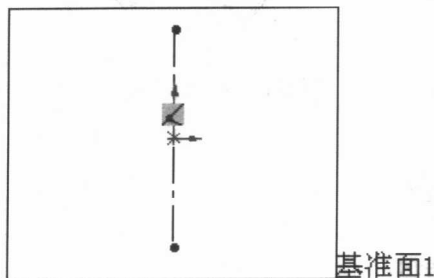

图 1-3 草图 1
③ 创建基准面辅助草图——草图 1。在特征管理器设计树中选择“上视基准面”作为草图绘制平面, 单击  (草图绘制) 工具, 然后单击草图工具栏中的  (中心线) 工具绘制竖直中心线, 如图 1-3 所示。单击  (退出草图) 图标, 完成草图 1 的绘制。